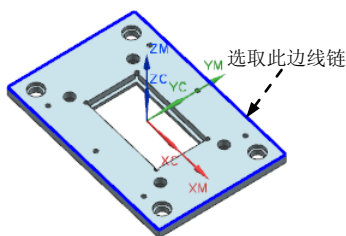

图 11.10 定义参照边线 1
Step3. 采用对话框默认参数设置, 在图形区选择图 11.10 所示的边线, 然后单击**创建下一个边界**按钮。